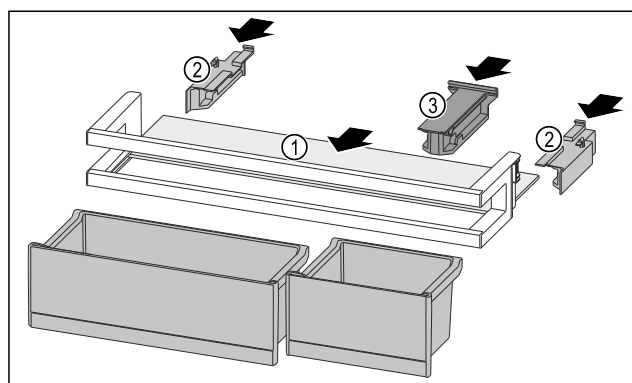

Fig. 205
- Insérer la tablette de rangement Fig. 205 (1) dans les évidements latéraux.
- Installer les parties latérales Fig. 205 (2).
- Installer la pièce de retenue Fig. 205 (3).